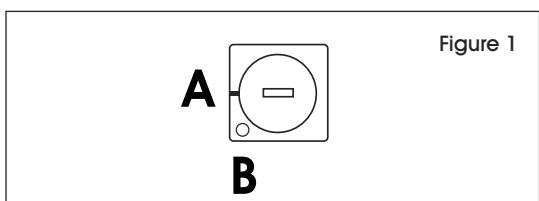

Figure 1
- Pour ouvrir le distributeur tout en le maintenant verrouillé, insérez la clé en position A. (Voir Figure 1)
- Insérez la clé en position A. (Voir Figure 1)